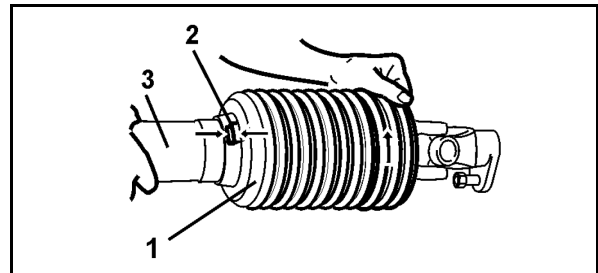

Рис. 51
3. Поверніть захисний конус (Fig. 51/1) у положення для монтажу.
4. Зніміть половину захисної кришки (Fig. 51/3).